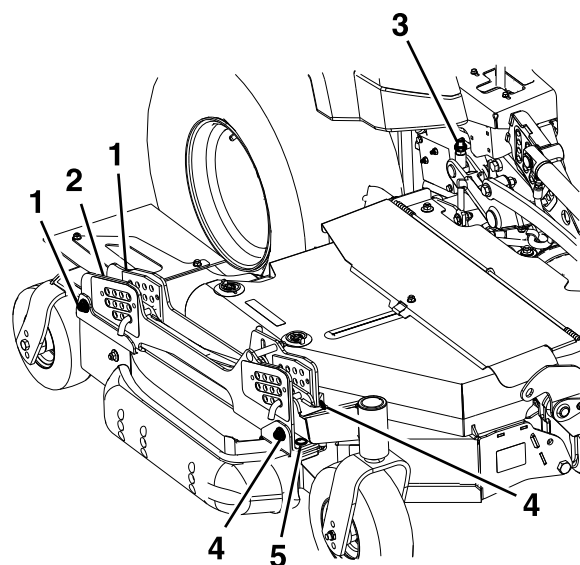

Figure 81
3. Sur les tabliers latéraux gauche et droit, la hauteur de la lame peut s'ajuster grâce à des points de réglage avant et arrière. Pour régler la hauteur d'une lame latérale, commencez par desserrer les écrous de fixation des supports de hauteur de coupe avant et arrière. Il y a quatre emplacements (deux de chaque côté du profilé), comme montré à la Figure 81.
- Si le tablier est trop bas, serrez le boulon de réglage de hauteur avant (Figure 81) en tournant l'écrou inférieur dans le sens horaire.
- Si le tablier est trop haut, desserrez le boulon de réglage de hauteur avant (Figure 81) en tournant l'écrou inférieur dans le sens antihoraire. Ajustez précisément les dispositifs de réglage arrière au besoin.
Régalez la hauteur de la roue arrière (Figure 81) de sorte qu'elle touche légèrement le sol, avec une pression minimale.
4. Mesurez l'arrière des lames latérales. Si l'une ou l'autre présente une inclinaison de moins de 1,5 mm (1/16 po), élevez l'arrière du tablier en serrant les réglages arrière gauche et droit (Figure 81) jusqu'à ce que les quatre lames présentent une inclinaison minimale de 1,5 mm (1/16 po). Régalez les roues arrière latérales de sorte qu'elles touchent légèrement le sol, avec une pression minimale. Serrez les quatre emplacements de fixation des supports arrière (Figure 81).